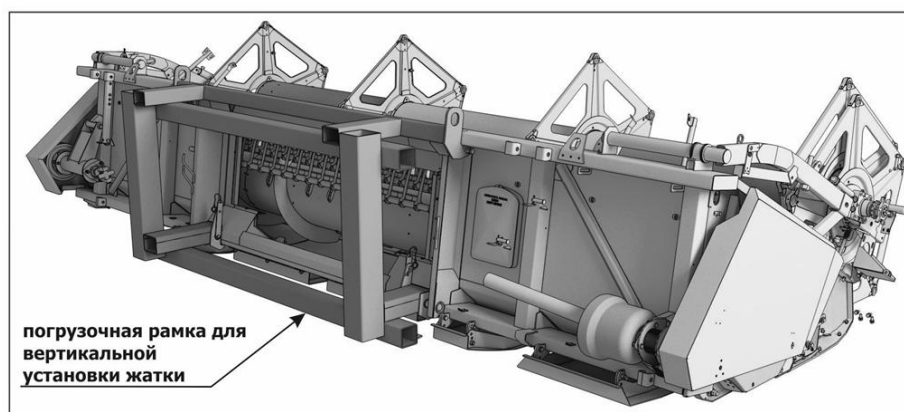
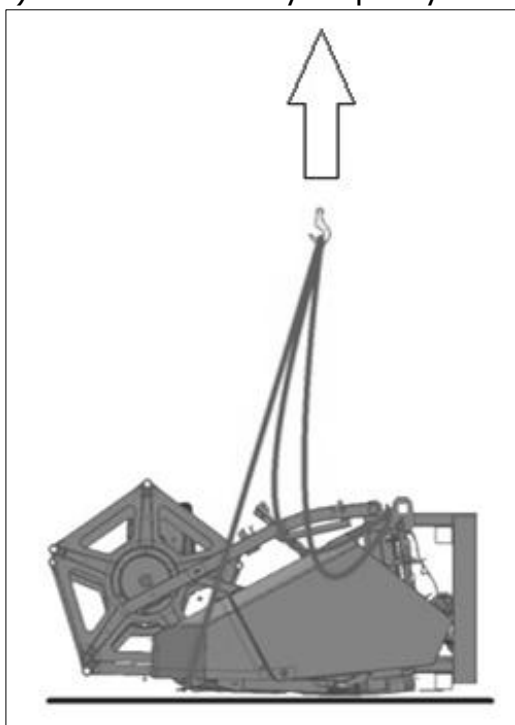

Рисунок 8.9
Рисунок 8.13
8.4.1 Для компактной перевозки жаток применяется погрузочная рамка (см. рисунок 8.9).
1) Установить четыре стропы (длина строп указана на рисунке 8.12). **ВАЖНО!** Передние стропы определены более короткими, что в процессе поднятия жатки, позволяет поднимать сначала переднюю часть жатки, затем заднюю часть, постепенно изменяя угол к горизонту. Таким образом жатка совершает поворот относительно задней нижней трубы подставки примерно на 80° (рисунок 8.13). При медленном опускании жатки вниз, это позволяет установить жатку в вертикальное положение (рисунок 8.9).
2) Застропить жатку, медленно поднимая её вверх, следя за тем, чтобы стропы не касались деталей жатки во избежание перетирания и обрыва (см. рисунок 8.13);